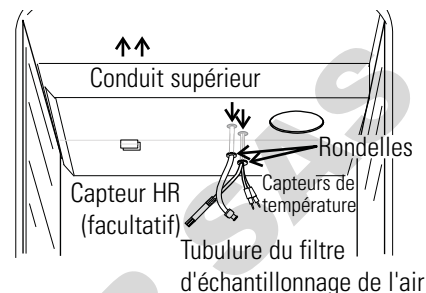

Figure 6-3. Trou de passage
13. Installez le conduit supérieur en plaçant les capteurs de température, la tubulure d'échantillonnage de l'air (et le capteur de HR, le cas échéant) dans les trous appropriés du conduit à mesure que vous le soulevez vers le haut de la cuve. Veillez à ne pas faire tomber les rondelles de caoutchouc à travers le conduit. Voir la Figure 6-3.